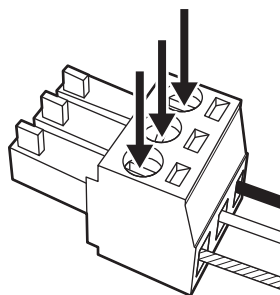

Fig. 2
- 2) Serrare saldamente le viti della Spina per morsetteria scollegabile da 3,5 mm a 3 pin con un cacciavite e fissare i fili conduttori. (Fig. 2)**